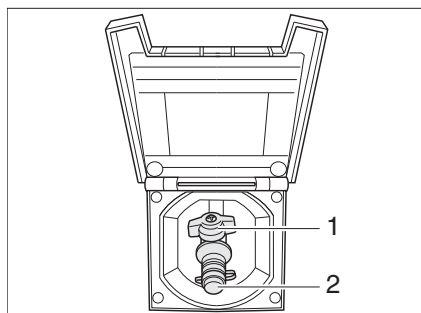

Fig. 144 Raccordement externe de gaz avec robinet d'arrêt de gaz fermé
Le raccordement externe de gaz (Fig. 144) se trouve, selon les modèles, à l'arrière ou sur le côté gauche ou droit du véhicule.
- Raccorder l'appareil à gaz externe sur le raccord (Fig. 144,2).
- Ouvrir le robinet d'arrêt de gaz (Fig. 144,1).